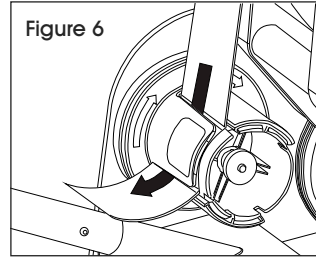

Figure 6
- Faites glisser la doublure par-dessous l'une des languettes situées sur l'enrouleur et faites tourner l'enrouleur manuellement en sens horaire, en vous assurant que la doublure est entraînée par l'enrouleur de manière à ce qu'elle ne se détache pas. Tendez la doublure jusqu'à ce qu'elle tienne fermement contre la surface supérieure du rouleau de ruban adhésif. (Voir Figures 6 et 7)